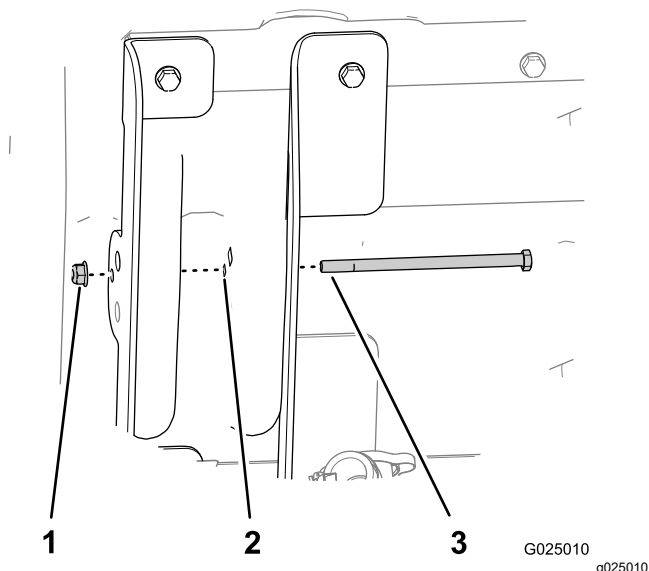

図 6
7. 図 6に示すように、六角ヘッドボルト5/16 x 5½"を、8mm の穴内側昇降ブラケット長いフランジ、荷台、外側昇降ブラケット短いフランジに通す。
8. フランジナット5/16"でボルトを手締めする図 6。
11. ボルト 5/16" を固定しているフランジナットを軽く締める 図 6。